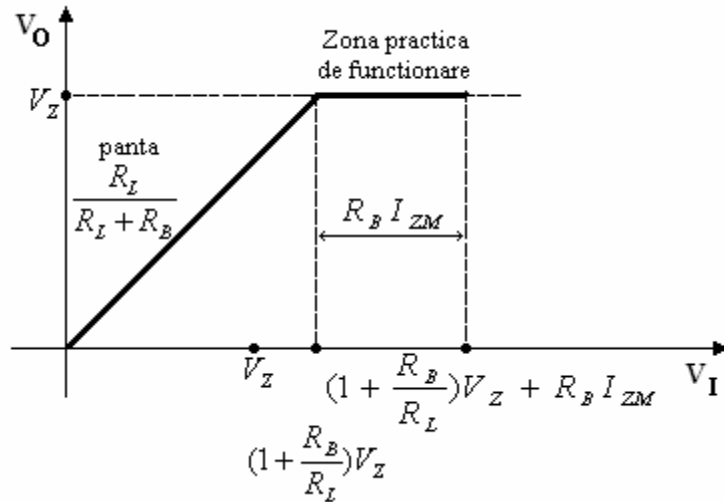

Figura 6
Relațiile deduse conduc la graficul din Figura 6:
-Se modifică tensiunea din intrare între 0 și 20V spre a se trasa grafic caracteristica $v_O = v_O(v_I)$. Se determină pe caracteristică zona de stabilizare și se compară cu Figura 6.